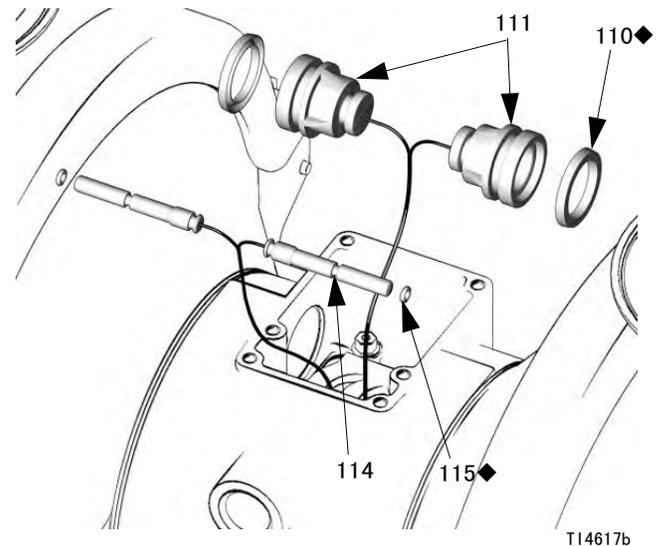

图 10
3. 在每个导向销 (114) 上安装一个 O 形圈 (115)。润滑导向销和 O 形圈。将销钉插入轴承，窄头先入。参见 图 10。
4. 在每个传动器活塞 (111) 上安装 U 形环 (110)，将垫圈唇缘朝向活塞窄端。参见 图 10。
5. 润滑 U 形环 (110) 和传动器活塞 (111)。将传动器活塞插入轴承，宽头先入。露出活塞窄端。参见 图 10。